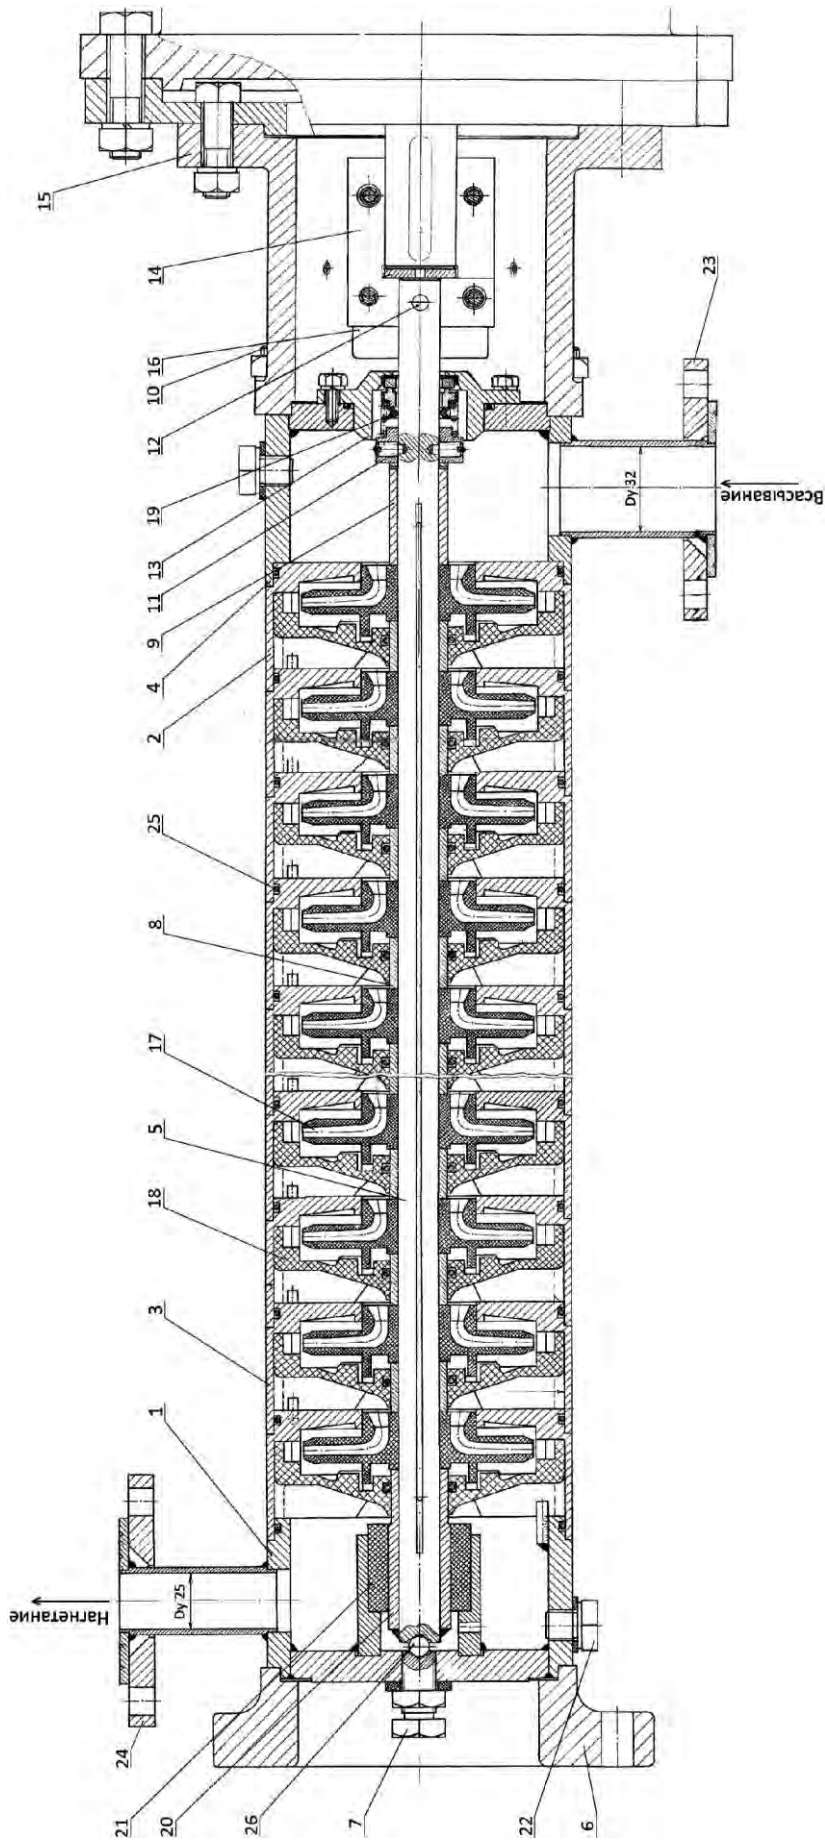

Рисунок 3 – Общий вид электронасосного агрегата ЦНС(ПА)
1.5.6. Ротор насоса приводится во вращение от электродвигателя через муфту 14 (рис. 3), состоящей из двух полумуфт, которые соединяются между собой болтовым соединением.